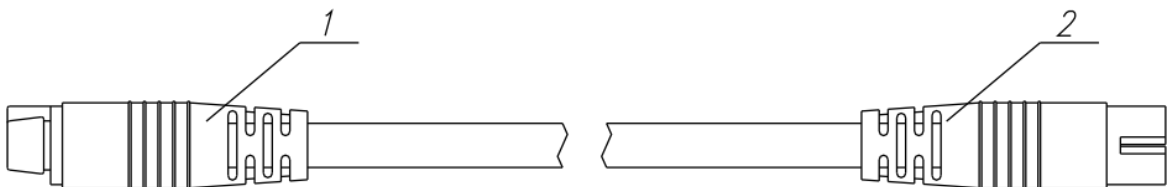

Рисунок 3.11 Кабель-удлинитель для измерительного преобразователя, изображенного на рисунке 3.3
Преобразователь, изображенный на рисунке 3.10, можно подключить к измерительному блоку с помощью кабеля-удлинителя (см. рисунок. 3.11).
- 4.3** Для всех исполнений кроме ИВТМ-7 М 2(-Д)-В, ИВТМ-7 М 3(-Д)-В соединить измерительный блок с измерительным преобразователем напрямую или кабелем-удлинителем (см. рисунок 3.11). В случае если анализируемая среда предполагает содержание механической пыли, паров масла принять меры по их устранению.